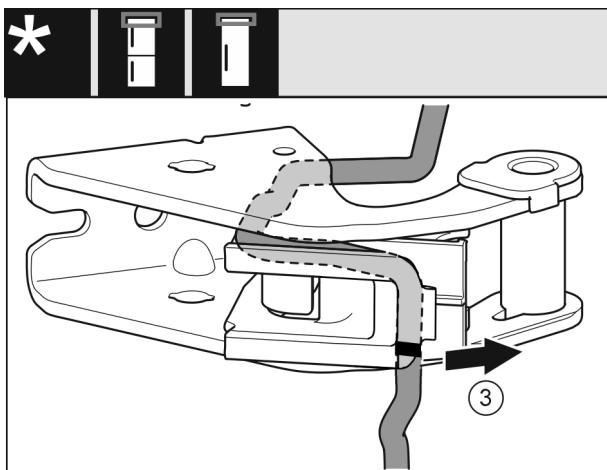

Fig. 27
- Demontați cablul cu suportul de cablu de pe consola de lagăr. Fig. 27 (3)